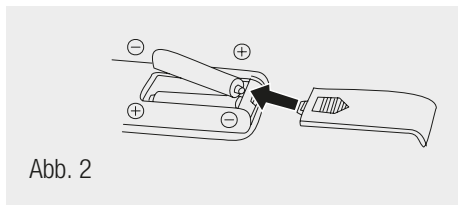

Abb. 2
2. Legen Sie die Batterien wie in Abb. 2 gezeigt polrichtig ein.